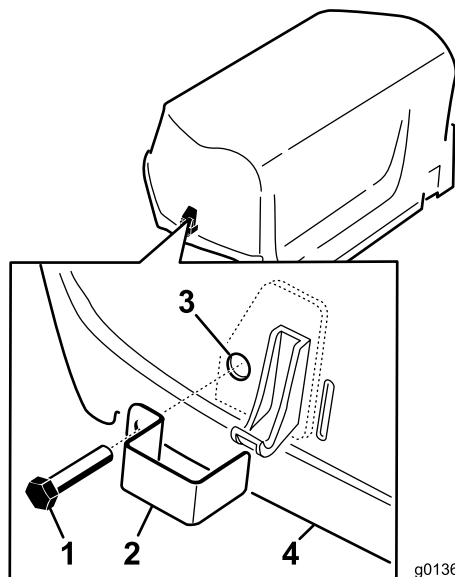

Figura 15
- Instalezi un dispozitiv de blocare peste zăvorul capotei (Figura 15) cu un urub cu cap hexagonal complet filetat (2 în total).